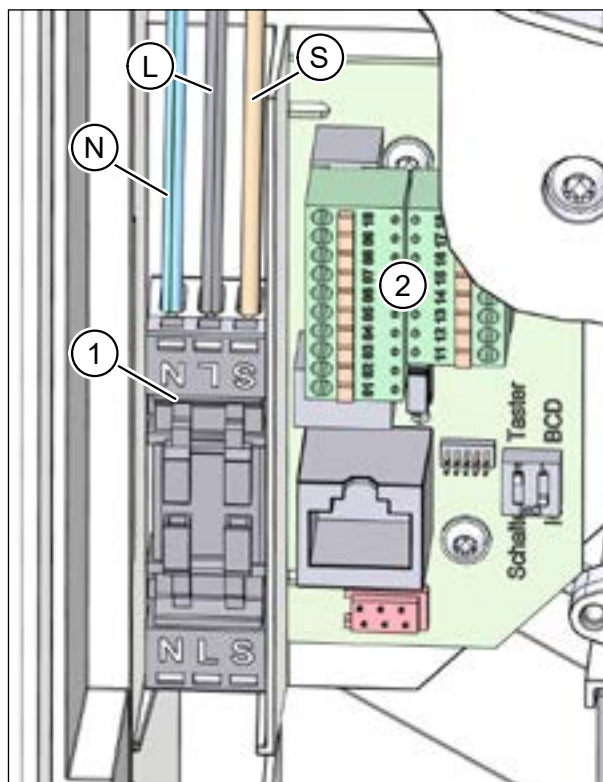

Рис. 47: подключить кабель электропитания и, при необходимости, кабель системы управления
- ▶ Подключите нулевой проводной кабель N (поз. N на рис. 47) и внешний проводной кабель L (поз. L на рис. 47) к разъему подключения (поз. 1 на рис. 47) на вентиляционном блоке.
- ▶ При необходимости, подключите провод для внешнего входа управления (поз. S на рис. 47) к разъему подключения.
- ▶ При необходимости, подключите кабель системы управления на клемм-блоке (поз. 2 на рис. 47) панели для подключений (только для определенных видов установок, см. таб. 4 в разделе 10.9 на стр. 29).